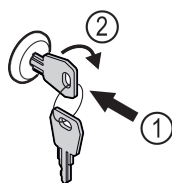

Fig. 75 Représentation à titre d'exemple
- ▶ Insérer la clé Fig. 75 (1).
- ▶ Tourner la clé à 90° dans le sens horaire Fig. 75 (2).